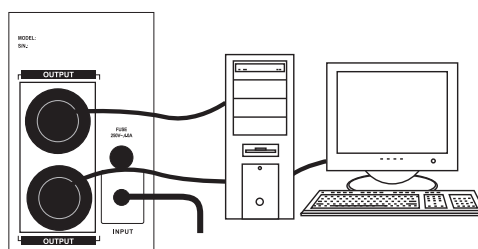

Fig 3
- Utilizzare l'UPS solo per proteggere il PC. **(vedi Fig. 3)**